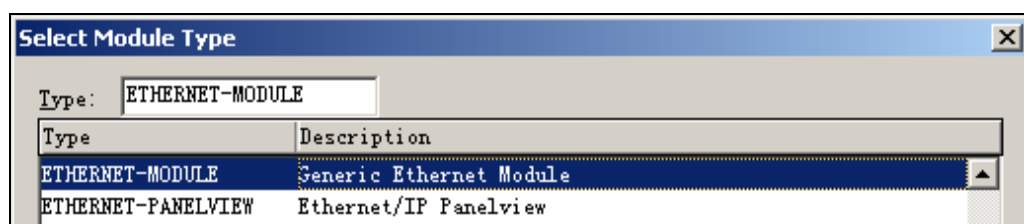

图 3-24 选择 ETHERNET-MODULE 模块
16. 因为 PowerFlex40 变频器通过 22-Comm-E 模块接入 EtherNet/IP 网络，在选择模块类型对话框中，单击选定 ETHERNET-MODULE 通用模块，如图 3-24 所示。